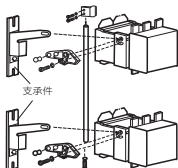
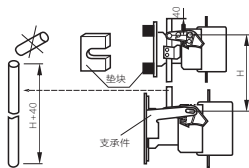

图 5
图 6
注：1、垂直安装时，请将电流小的安装在上方；安装后，在连杆长度达到 $H+40$ 时，可截去其上部长出部分（见图6）；
2、NC2-115~225和NC2-265~800及机械联锁机构组成垂直安装的联锁产品时，须在NC2-115~225下加垫块（见图6）；
3、NC2-225~800和机械联锁组成垂直安装的联锁产品时，须加装支承件（见图5、图6）。